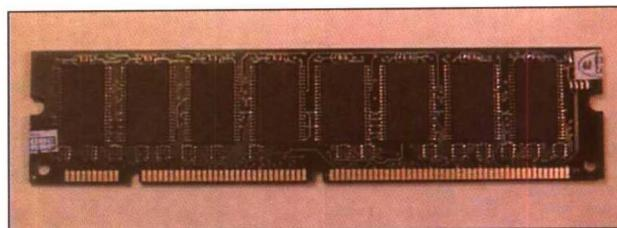

图 1-7
- SDRAM (Synchronize /Synchronous DRAM) 是同步 RAM。如图 1-7 所示。